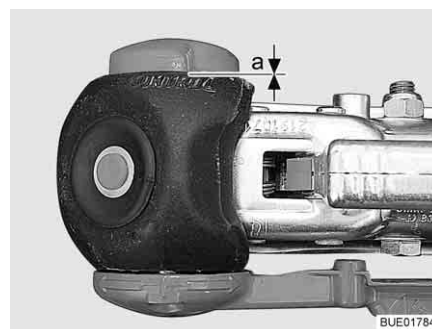

Bild 209 Slitagekontroll
- Avstånd $a = 0$ (Bild 209): Kontrollera och byt vid behov friktionsbelägg.